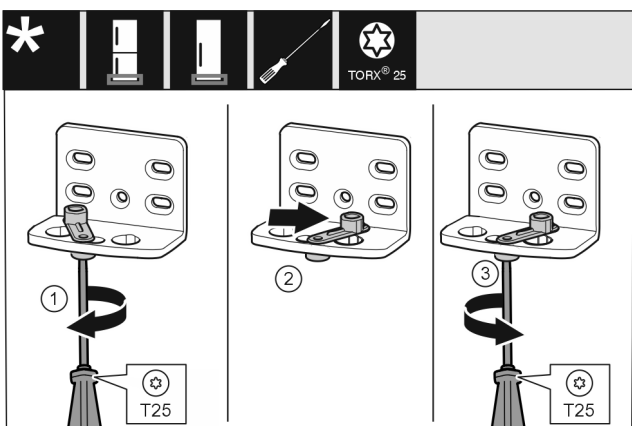

Fig. 14
- ▶ Enrosque el tornillo con el destornillador T25 sin apretar. Fig. 14 (1)
- ▶ Levante el dispositivo auxiliar de cierre de la puerta y gírelo 90° hacia la derecha en el orificio. Fig. 14 (2)
- ▶ Apriete el tornillo con el destornillador T25. Fig. 14 (3)